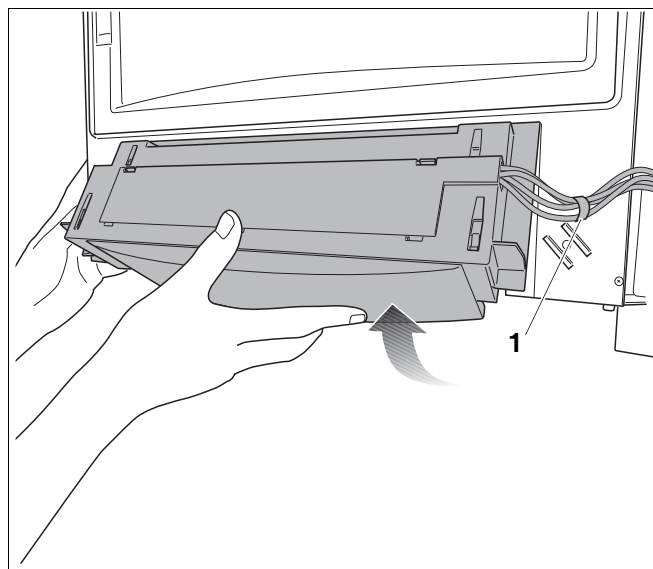

Fig. 118 Betjeningsfeltet tages af
- Løsn kabelholderen (fig. 118, pos. 1).
- Tag betjeningsfeltet af (fig. 118).